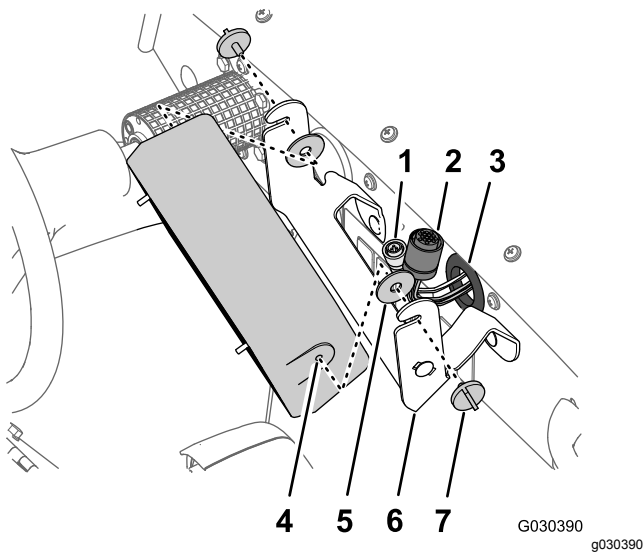

Bild 6
3. Nehmen Sie die Handräder an jeder Seite der Steuerkonsole ab (Bild 6).
4. Nehmen Sie die Steuerkonsole und die zwei Gummischeiben von der Stützhalterung ab (Bild 6).
5. Stecken Sie den Kabelbaum, den 3-Buchsen-Stecker und den 16-Buchsen-Stecker durch die Scheibe im Armaturenbrett (Bild 6).